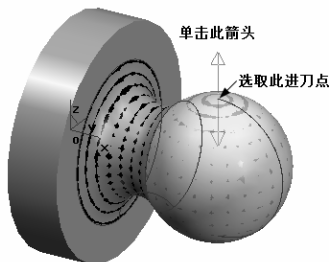

图 4-8 拾取的加工轮廓
1) 完成加工参数设置后，单击“确定”按钮，系统在界面的左下方提示“拾取加工对象”，直接拾取圆柱体的表面，拾取的表面的边界立即变为红色，单击右键结束拾取。系统提示“拾取进刀点”，拾取操作手柄头上底面的顶点，然后系统提示“选择加工侧”，同时在圆柱体表面又出现了一对背向箭头，如图 4-8 所示。